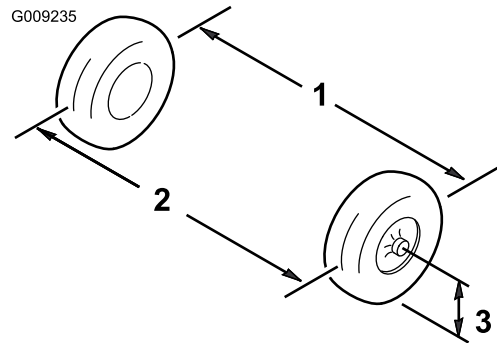

Bild 62
6. Messen Sie den Abstand zwischen beiden Vorderreifen auf Achshöhe (an der Vorder- und Rückseite der Vorderreifen) (Bild 62).